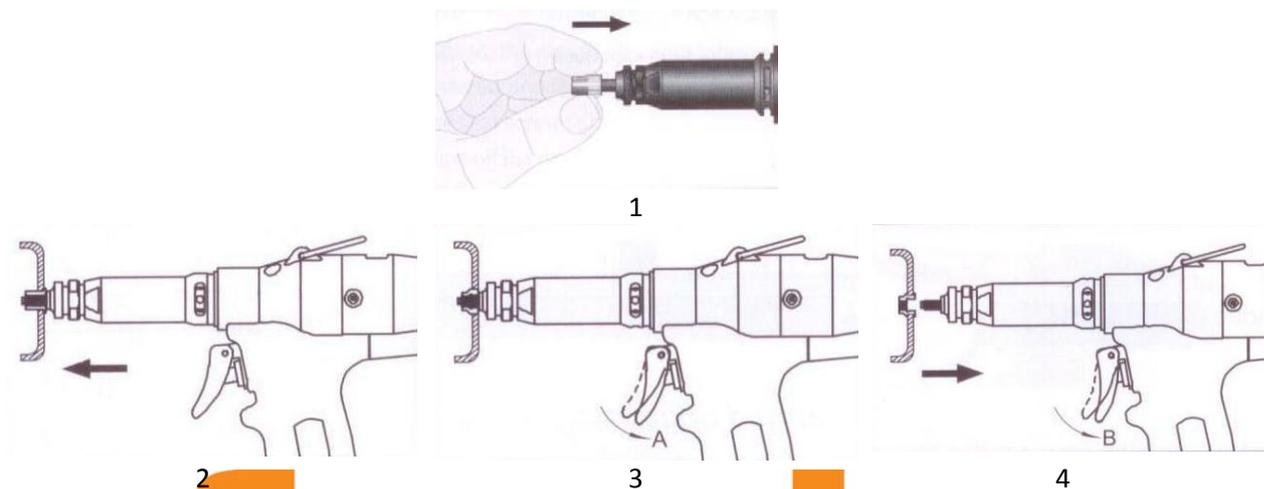
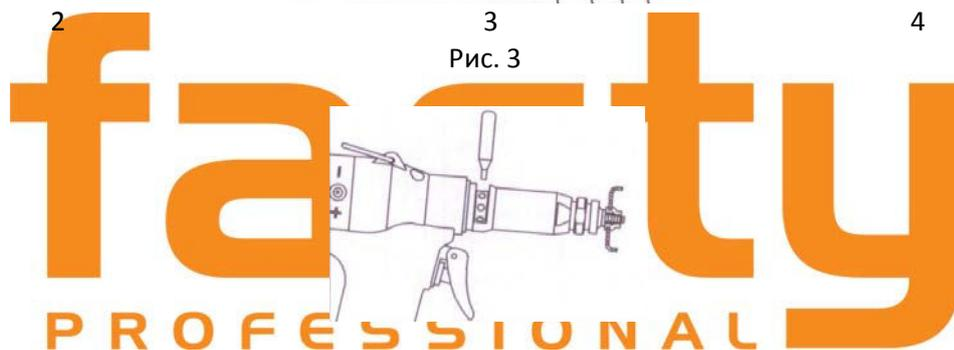

Рис. 3
Рис.4
3. Вставьте резьбовую заклепку, оказывая легкое осевое давление на переднюю резьбу инструмента (см. рис. 3). Двигатель начинает вращаться (1).
4. Вставьте заклепку в заклепываемую деталь (2).
5. Слегка нажмите курок, в положение А, заклепка деформируется (3).
6. Удерживая, нажмите курок сильнее, приведя ее в положение В (4), шпindel автоматически начнет обратное вращение, заклепка открутится. Двигатель автоматически останавливается. В случае, если заклепка не отвинчивается автоматически, необходимо выкрутить шпindel в ручную, при помощи регулировочного штока (см.рис. 4).